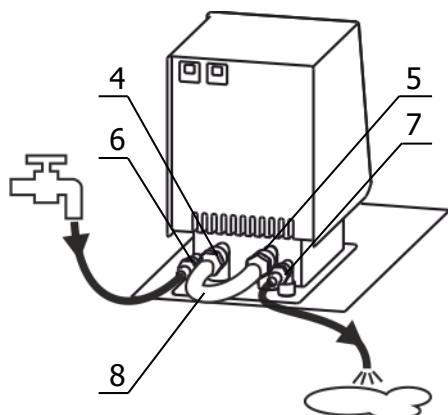

Рисунок 3 — Установка перемычки и подача воды
2.2.7 Для работы термостата при температурах теплоносителя, близких к окружающей температуре, может потребоваться дополнительное охлаждение с помощью встроенного теплообменника. В этом случае необходимо подключить термостат к водопроводной сети или специальному холодильному устройству при помощи шлангов, присоединенных к штуцерам теплообменника 6 и 7 (рисунок 3). Поток охлаждающей жидкости должен быть равномерным и, по возможности, небольшим. Дополнительное охлаждение не требуется, если температура теплоносителя выше температуры окружающей среды более чем на 20 °C.
2.2.5 Соединить входной 4 и выходной 5 штуцеры насоса блока регулирования с помощью шланга-перемычки 8 (рисунок 3) и хомутов из комплекта поставки блока регулирования.